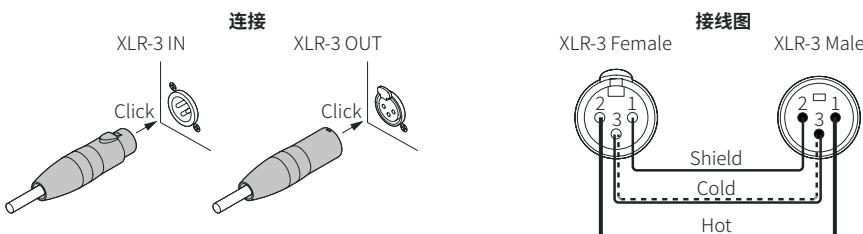

图6. XLR-3 接入与串联线缆图示
9. 轻推U型架，使旋转把手的位置在U型架的“位置B”，参考图6，随后拧紧把手